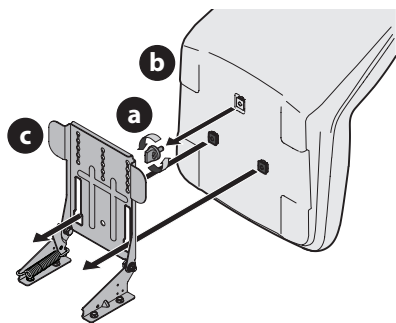

Figura 2
2. Quite la perilla de ajuste del asiento o perno de 9/16 pulgada (a) de la base del asiento (b) (Figura 2).
3. Alinee el asiento (b) sobre el soporte de pivote del asiento (c) como se muestra en la Figura 2 y coloque el asiento (b) sobre el soporte de pivote del asiento (c) insertando las dos lengüetas de la base del asiento (b) en el orificio ancho de las ranuras del soporte de pivote del asiento (c).